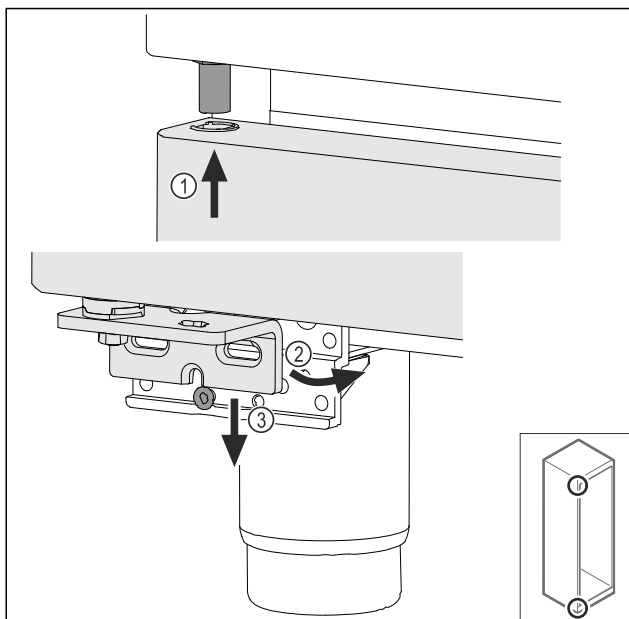

Fig. 49
- Kissé megbillentve fűzze be az ajtót felül Fig. 49 (1), majd igazítsa egyenesbe az ajtót Fig. 49 (2), és helyezze rá az alját a csapágybak csavarjára Fig. 49 (3).